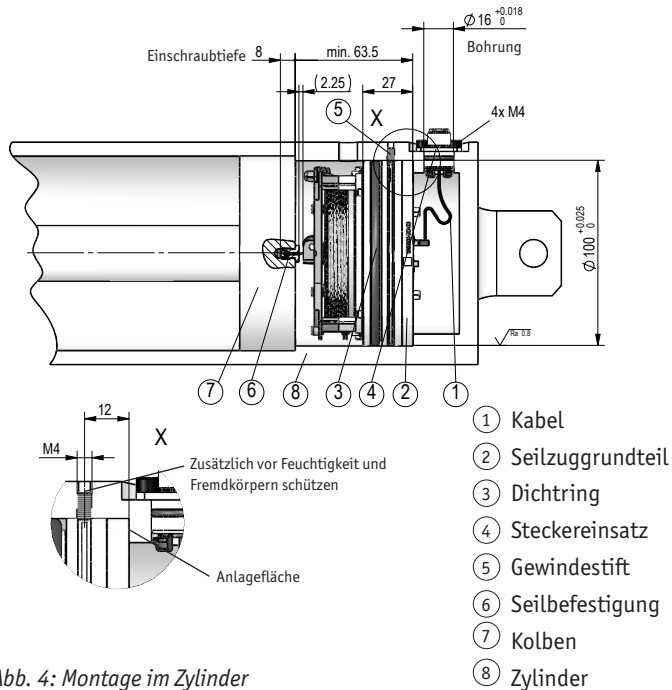

Abb. 4: Montage im Zylinder
### Montage (Abb. 4):
- Den Steckereinsatz ④ durch den Steckerausgang am Zylinderunterteil nach außen ziehen. Der Steckereinsatz wird mit dem Flanschgehäuse incl. gefettetem O-Ring gefügt und 4x an der vorgesehenen Stelle verschraubt.
- Die Axialsicherung kann, wie in Abb. 4 dargestellt, mit einem Gewindestift ⑤ erfolgen. Den Gewindestift erst leicht anziehen (ca. 0.5 Nm) und anschließend wieder ca. 0.5 Umdrehungen zurückdrehen. Der Gewindestift muss je nach Umgebungsbedingung abgedichtet werden.
Nähere Informationen zum Einbau finden Sie im Kapitel 4.1 \(Abb. 4\)